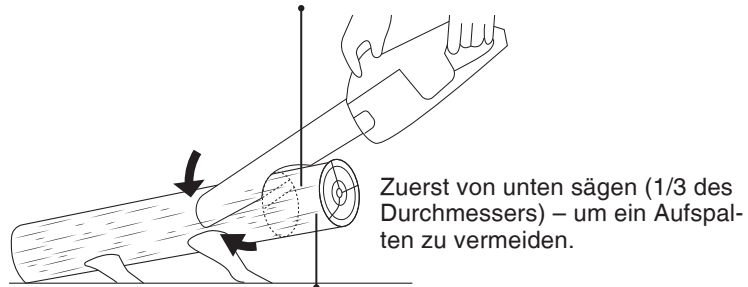

Abbildung 8
- Wenn nur ein Ende des Stamms abgestützt ist, machen Sie zuerst einen unteren Schnitt von der Unterseite bis etwa ein Drittel des Stammdurchmessers. Anschließend führen Sie einen oberen Schnitt von der Oberseite aus, der auf den ersten Schnitt trifft, um das Stück abzutrennen. (Siehe Abbildung 8.)